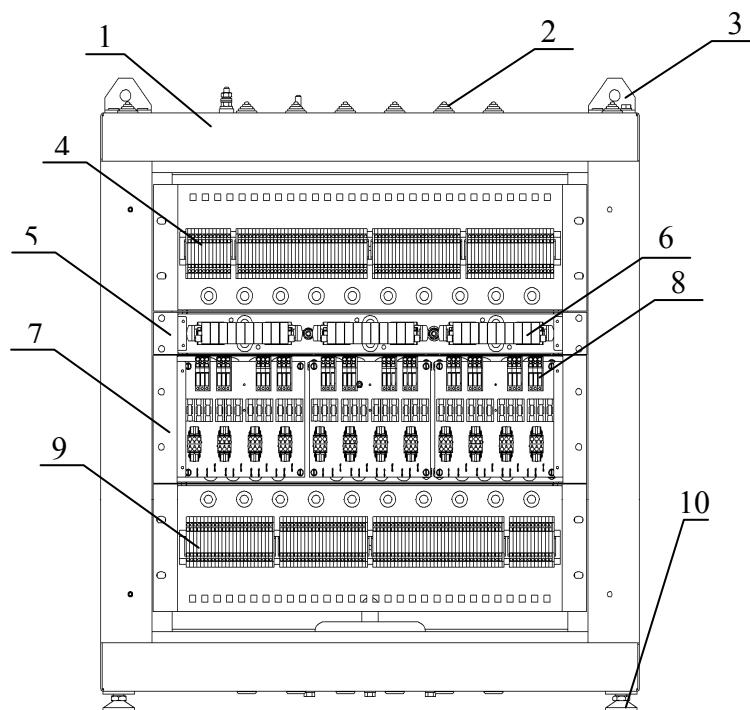

Рисунок 10 – ВЗУ-СДПС 30/12.
ШВЗУ-03 содержит (см. рисунок 10, 11):
1.4.2.3 Конструктивно ВЗУ1 выполнено в виде стандартного 19" модуля высотой 1U (см. рисунок 10, 11 – поз. 5).
Один ВЗУ1 содержит 3 десятипарных плинта (см. рисунок 10 – поз. 6), в которые устанавливаются модули защиты ПНТ-230-1 ЕИУС.468240.118.400. Таким образом ВЗУ1 обеспечивает защиту 30 двухпроводных линий. Как правило через ВЗУ1 к СКУ подключают линии ПР.Ц, ПР.У1, ПУ. Кроме того, в случаях, когда МАГО, Речевые информаторы и АТС располагаются в других зданиях, цепи подключения к этим устройствам также необходимо подключать через ВЗУ1.
1.4.2.4 Конструктивно ВЗУ2 выполнено в виде стандартного 19" модуля высотой 3U (см. рисунок 10, 11 – поз. 7).
На плате ВЗУ2 установлена наборная разделительная клемма (см. рисунок 10 – поз. 8), которая обеспечивает оперативное отключение линий ГГО, и содержит гнезда для подключения измерительных приборов как со стороны СКУ, так и со стороны линий ГГО. Для размыкания линий необходимо повернуть оранжевый держатель разделительного ножа на 90°.